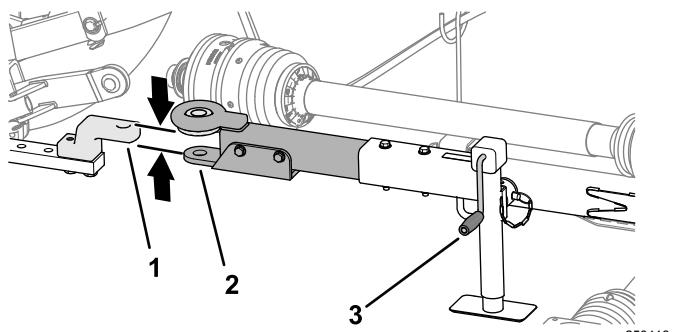

Figura 22
1. Utilizzate la stegola del martinetto per sollevare o abbassare il martinetto della barra di traino e allineare la barra di traino al timone o all'attacco a cardine (Figura 22).
3. Allineate il timone o l'attacco a cardine del veicolo di traino alla barra di traino del tosaerba (Figura 22).